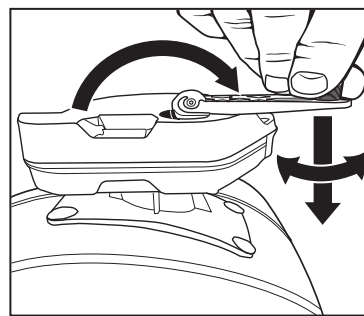

Fig. 3.
- Mueva la manivela de ajuste hacia afuera (consulte la Fig. 3).